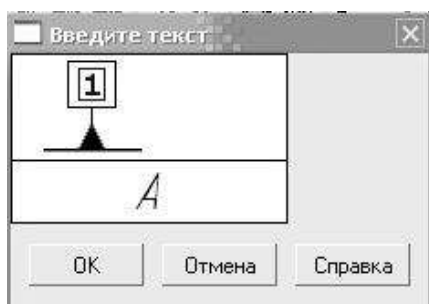

Рис.74 Ввод текста надписи базы
3.3. Теперь нужно нарисовать базу. Для этого нажмите кнопку , укажите поверхность для простановки обозначения базы, введите текст надписи (Рис.74) и задайте положение знака на поверхности.